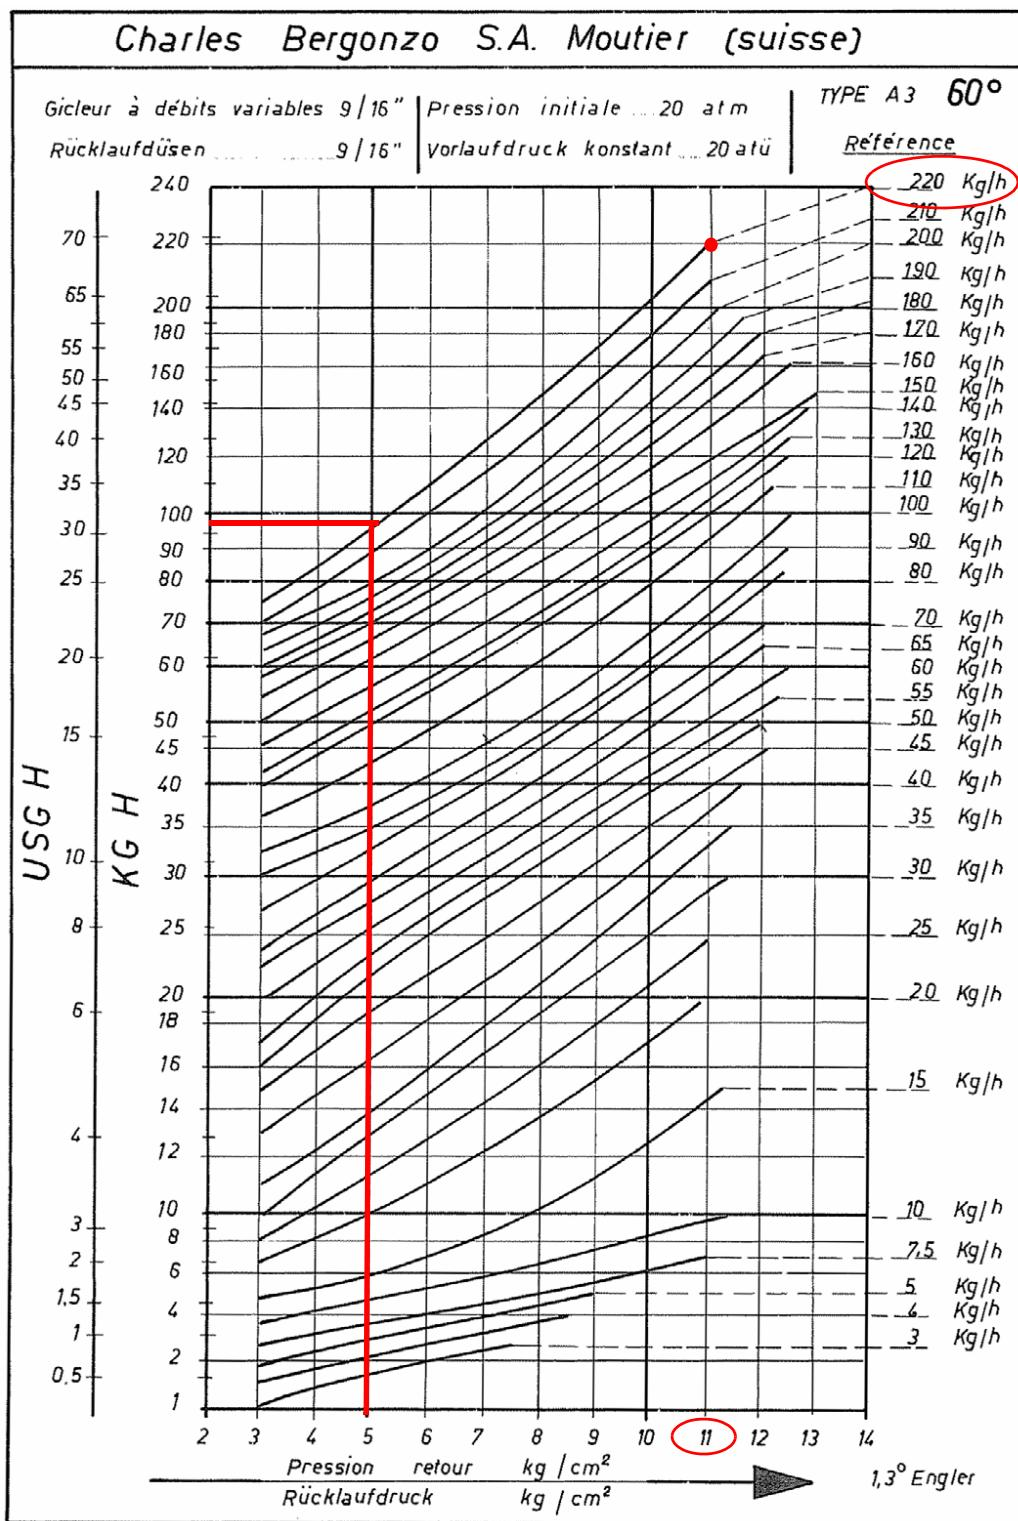

Рис. 35
Расход дизельного топлива регулируется за счет выбора форсунки (противопоточного типа), соответствующего мощности котла и типу применения размера, а также регулировки давления на прямом и обратном ходе жидкого топлива, согласно данных, указанных в таблице и на графике на Рис. 35 (для считывания давления - читайте последующие параграфы).
- 13 Сместить кулачок V (малое пламя на мазутном топливе) в сторону минимальной мощности, с тем, чтобы сервопривод начал закрываться, до тех пор, пока два подшипничка не совместятся с регулировочным винтом, относящимся к самой низкой точке: закручивать винт **V2** для увеличения расхода, откручивать - для уменьшения, с целью получения значения давления, как на графике на Рис. 35, на основании требуемого расхода.